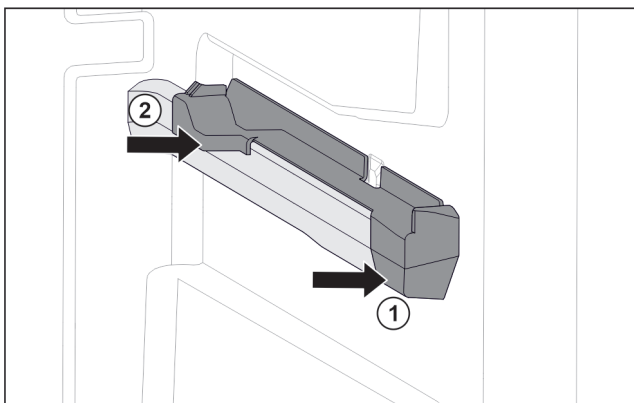

Fig. 59 Вставна частина на правому ребрі для резервуару
- ▶ Одягти вставну частину вперед на ребро резервуару. Fig. 59 (1)
- ▶ Притиснути вставну частину позаду. Fig. 59 (2)